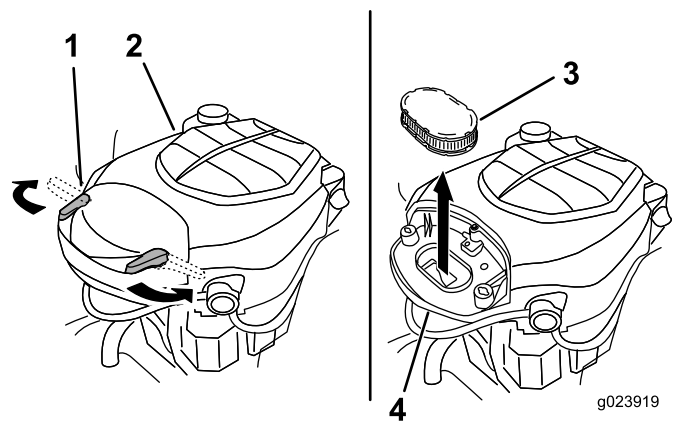

Figure 28
2. Déposez le couvercle pour accéder à l'élément filtrant (Figure 28).
6. Reposez le couvercle et fixez-le avec les verrous (Figure 28).